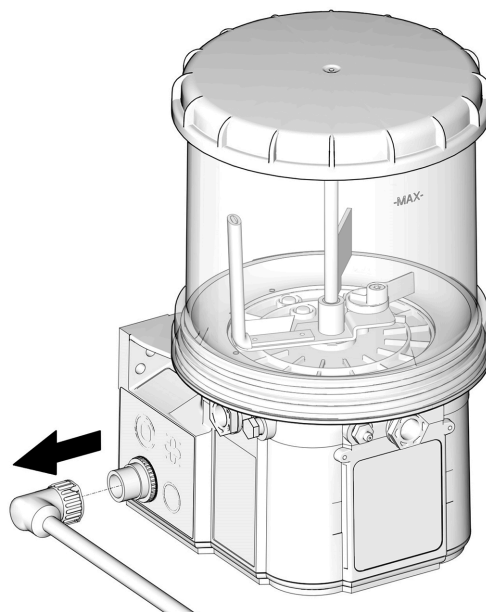

FIG. 15
**NOTA:** Si no hay disponible desconexión de batería, retire el cable de alimentación (Fig. 15).